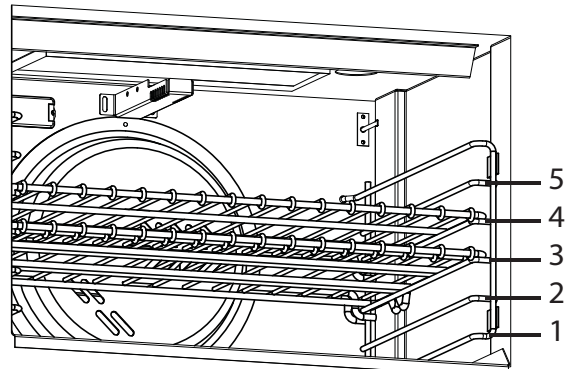

Figure 26 : Four principal au gaz avec positions des grilles
- Les positions des grilles de four sont numérotées comme un ascenseur. Le numéro un correspond à la position la plus basse (*Figure 26*).